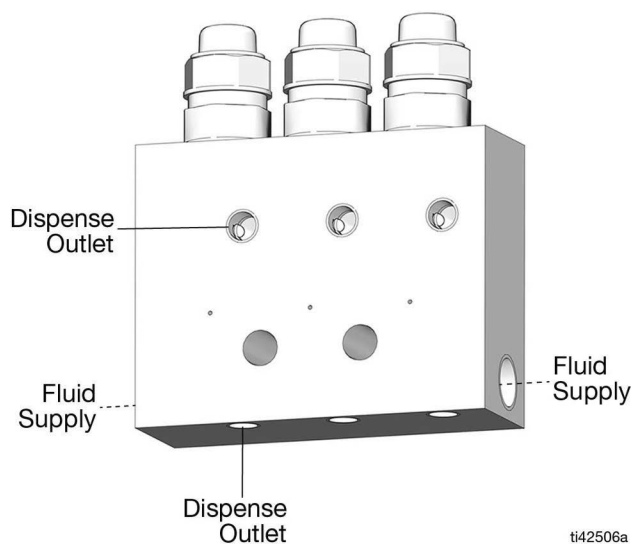

FIG. 2
7. Fixer les raccords de la ligne principale d'alimentation en fluide sur les sorties de distribution du collecteur (FIG. 2).